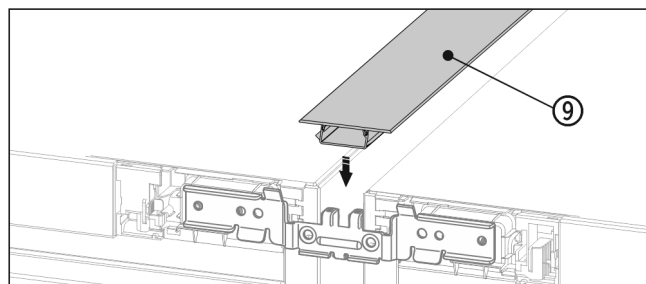

Fig. 21
- Press den korte listen Fig. 21 (9) inn i den vannrette spalten på oversiden.